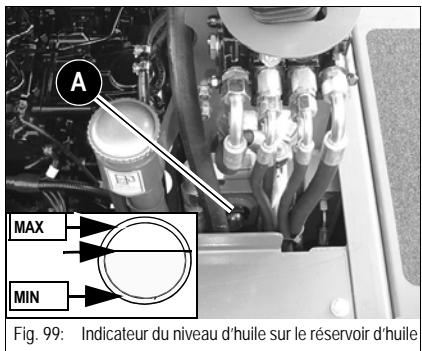

Fig. 99: Indicateur du niveau d'huile sur le réservoir d'huile
- Le niveau d'huile doit se situer à env. 1 cm au-dessus du milieu, entre les positions **MIN** et **MAX**, comme indiqué par les flèches dans la fig. 99.